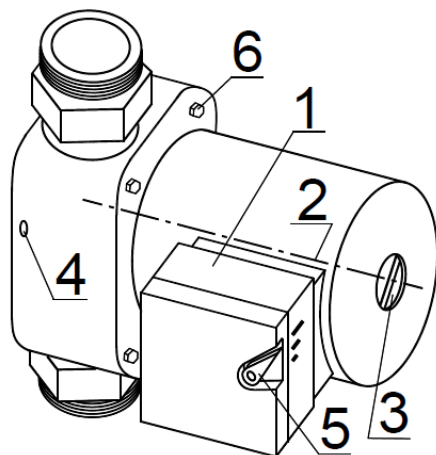

Рисунок 5.2 – Правильное положение насоса
Узел устанавливается так, чтобы вал мотора насоса (рисунок 5.2, поз.2) находился в горизонтальной плоскости.
Коробка электроподключения насоса (рисунок 5.2, поз. 2) не должна располагаться в нижнем положении. Для изменения её положения допускается перевернуть переднюю часть корпуса относительно задней, вывернув 4 винта его крепления (рисунок. 5.2, поз.6).
В случае изоляции (термоизоляции) корпуса насоса отверстия слива конденсата (рисунок 5.2, поз.4) должны быть открыты.
Кабель заводится в коробку электроподключения (рисунок 5.2, поз.1) через зажимной сальник и подключается к клеммам внутри неё. Кабель должен быть надежно закреплен на несущих конструкциях.
- заполнить систему и насос теплоносителем, вытеснив весь воздух (при необходимости удалить резьбовую заглушку в насосе (рисунок 5.2, поз.3)) и проверить легкость вращения вала отверткой от руки.
– попробовать переключить насос на более низкую скорость вращения (рисунок 5.2, поз.5).
При необходимости, можно производить изменение частоты вращения электродвигателя насоса переключателем (рисунок 5.2, поз.5) без его выключения.
5.3.5. Слив теплоносителя из корпуса насоса при консервации гидросистемы осуществляется через специальное отверстие (рисунок 5.2, поз.4) или, если его нет, путём снятия верхней части корпуса насоса при удалении 4-х винтов его крепления (рисунок 5.2, поз.6).